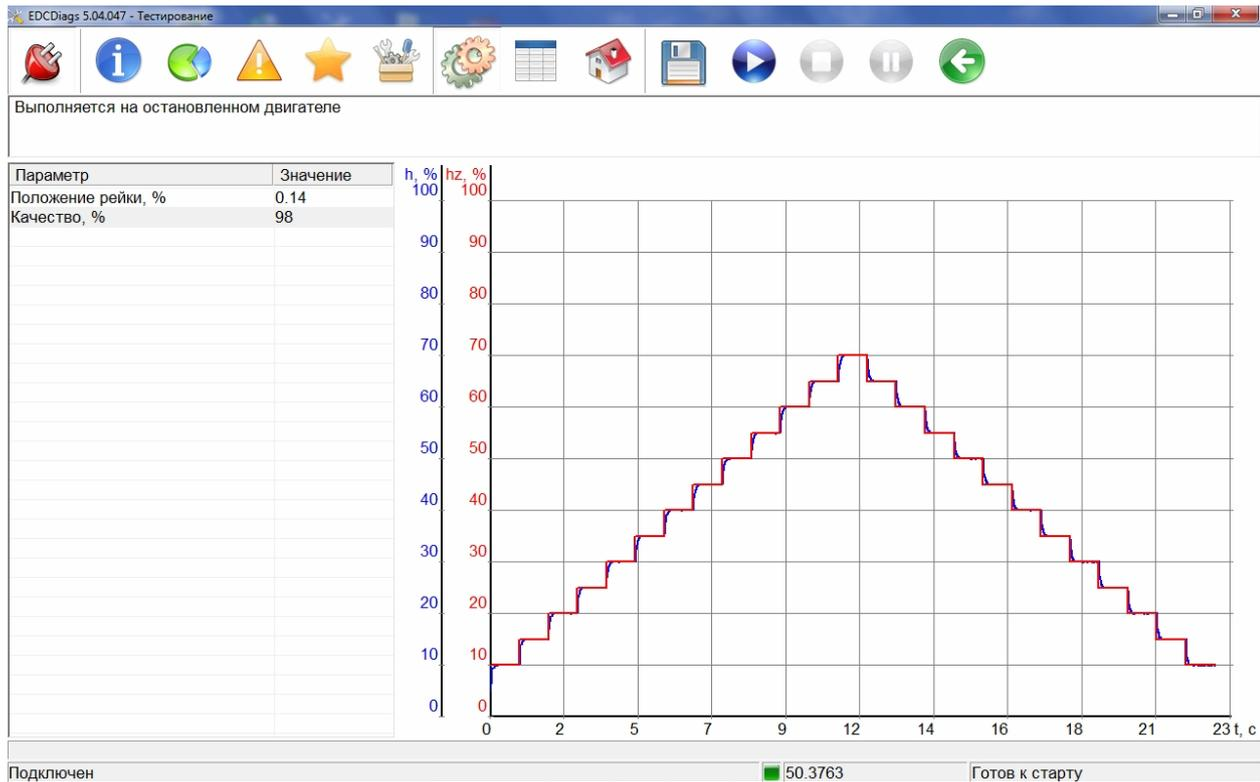

Рис. 3.7.
3.9.4. Тестирование с блоком управления M230E3 (ООО «АБИТ»): В списке параметров выделить курсором «Тест подвижности рейки 1» и нажать кнопку «Дальше» . Для начала проведения теста нажать кнопку «Выполнить»  и дождаться окончания теста. Во время проведения теста положение рейки будет изменяться от 20 до 80%, по окончании появится окно с графиком перемещения рейки ТНВД с заданным и текущим положением рейки рис. 3.7. Показатель «качество» комплексно оценивает переходный процесс перемещения рейки. По рекомендации АБИТ при исправном ТНВД этот показатель должен быть не более 10%. При большем значении необходимо выявить причину плохой подвижности рейки или слабого усилия магнита.